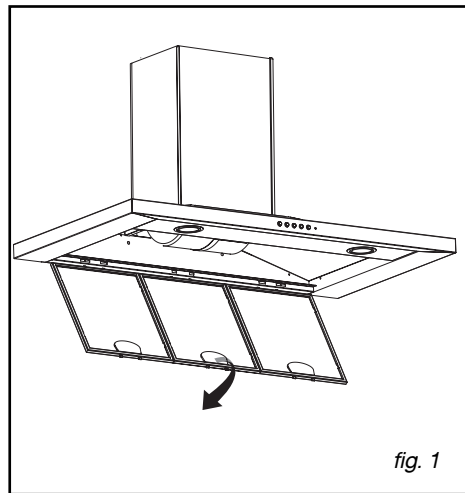

fig. 1
- **Desmontaje del filtro modular (fig. 1)**
- Quite la tulipa (fig. 1).